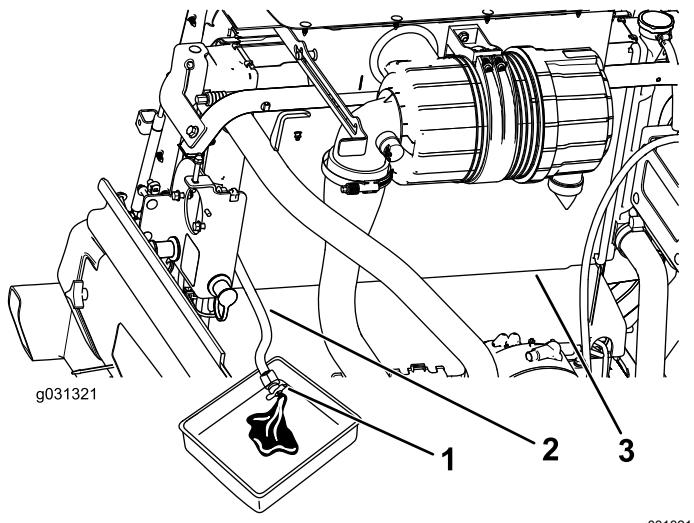

Bild 90
3. Legen Sie das Ende des Kühlerablassschlauchs in eine Auffangwanne und öffnen Sie das Ablassventil am Kühlerschlauch und lassen die Flüssigkeit in eine Auffangwanne ablaufen (Bild 90).
4. Schließen Sie das Ablassventil am Kühlerablassschlauchs (Bild 90).